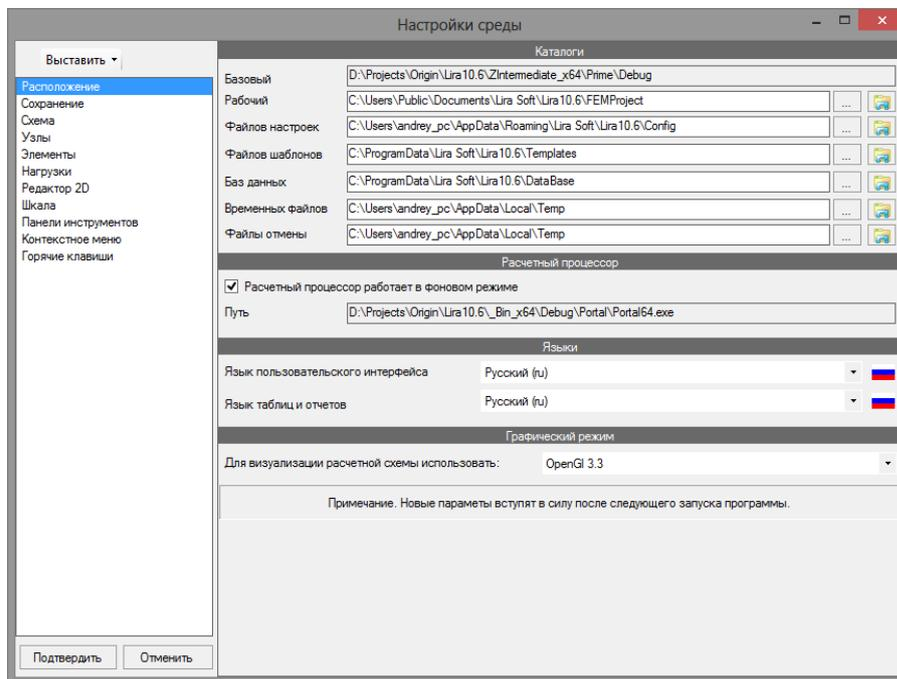

Рисунок 2.8 Вкладка **Расположение**
**Настройки рабочей среды** ⇒ вкладка **Расположение** (рисунок 2.8)